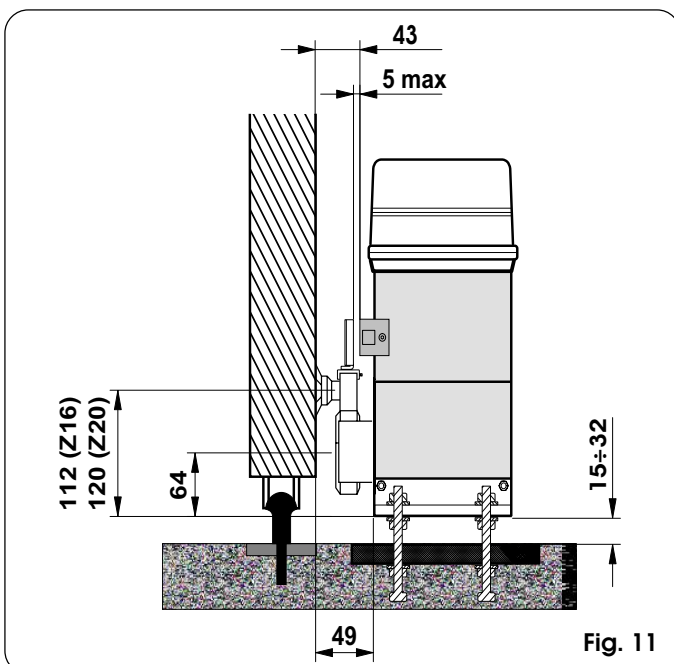

Fig. 11
- 4) Régler la hauteur des pieds et la distance du portail en se reportant à la Fig.11.